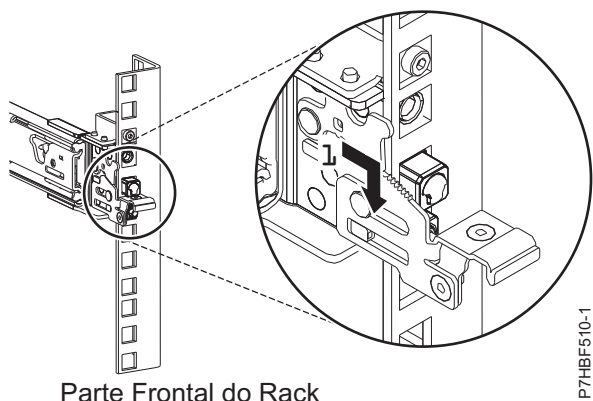

Figura 22. Pinos que são encaixados no trilho frontal do rack
6. Puxe o trilho deslizante para frente e insira os três pinos na frente do trilho nos orifícios que estão dentro da unidade EIA selecionada e marcada anteriormente. Abaixar o trilho deslizante (1) para encaixar o gancho no pino do meio. Para obter detalhes, consulte Figura 22.